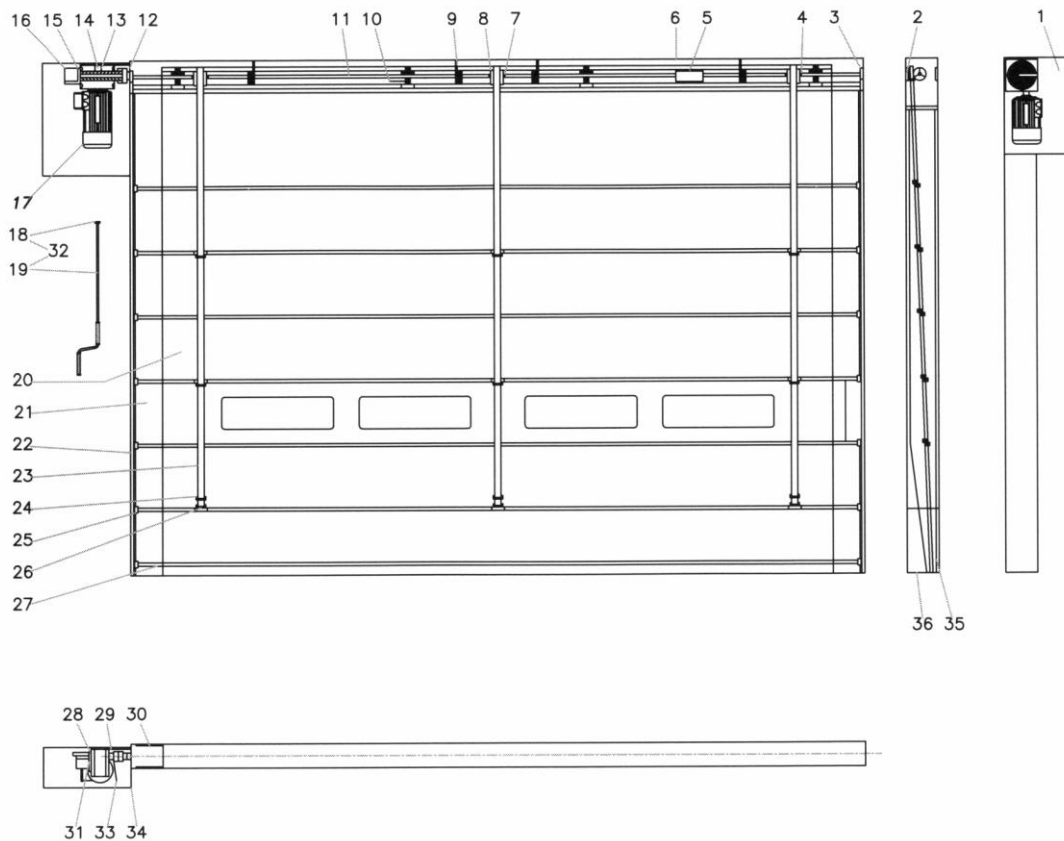

Fig. 2
4. Funcionamiento general de la puerta (fig. 2)